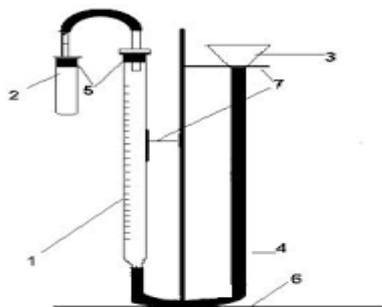

Рисунок 1 – Прибор для определения эквивалентной массы металла
**Выполнение работы.** Прибор для определения эквивалента металла (рис. 1) состоит из штатива (6), на котором с помощью держателя (7) закреплена бюретка (1), соединенная резиновым шлангом (4) с воронкой большого диаметра. Прибор заполнен водой. К бюретке присоединена пробирка (2).